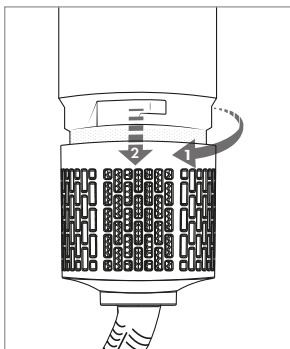

Fig. 9
- Nettoyez l'appareil principal ④ exclusivement à l'aide d'un chiffon légèrement humide. Laissez entièrement sécher l'appareil avant de l'utiliser à nouveau ou de le ranger.
- Retirez les cheveux restés dans les embouts ⑦-⑨/⑪-⑫ avec les doigts. Placez les embouts ⑦-⑨/⑪-⑫ dans de l'eau tiède pour les nettoyer. Vous pouvez utiliser un produit de nettoyage doux, rincez ensuite bien avec de l'eau. Laissez les embouts ⑦-⑨/⑪-⑫ sécher entièrement avant de les remonter sur l'appareil.
- Pour nettoyer l'admission d'air, tournez la grille d'admission d'air ⑤ dans le sens antihoraire et détachez-la du corps de l'appareil (voir fig. 9). Utilisez un chiffon sec ou un pinceau à poils doux ou une brosse pour retirer la poussière présente sur le textile filtrant placé en dessous, jusqu'à ce qu'il soit entièrement débarrassé de tous les résidus. Ensuite, fixez à nouveau la grille d'admission d'air ⑤ sur le corps de l'appareil ; pour ce faire, tournez la grille d'admission d'air ⑤ dans le sens horaire jusqu'en butée.